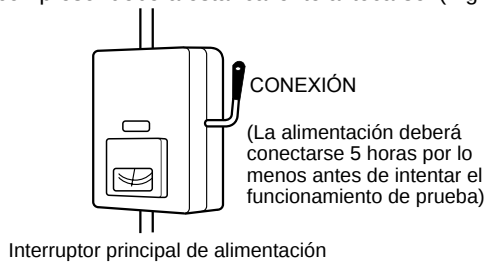

Fig. 10-1
- (1) Todos los materiales sueltos se han eliminado de la caja, especialmente limaduras de acero, trozos de cables y presillas.
- (2) Los cables de control están correctamente conectados y todas las conexiones eléctricas están apretadas.
- (3) Los separadores de protección del compresor que se utilizan durante el transporte se han quitado. Si no es así, quítelos ahora.
- (4) Los amortiguadores para el transporte del ventilador interior se han quitado. Si no es así, quítelos ahora.
- (5) Se ha activado la alimentación hacia la unidad, al menos, 5 horas antes de poner en funcionamiento el compresor. La parte inferior del compresor deberá estar cálida al tacto y el calentador del cárter alrededor de las patas del compresor deberá estar caliente al tocarse. (Fig. 10-1)